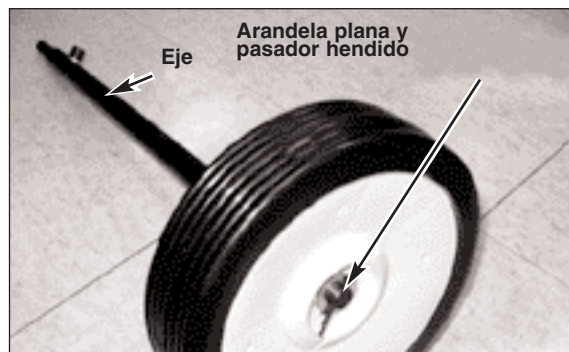

Fig. 3
1. Coloque una rueda en el eje seguida de una arandela plana. Asegúrela introduciendo un pasador hendido a través de la perforación que se encuentra en el extremo del eje y doble las puntas del pasador usando un alicate. (Fig. 3).